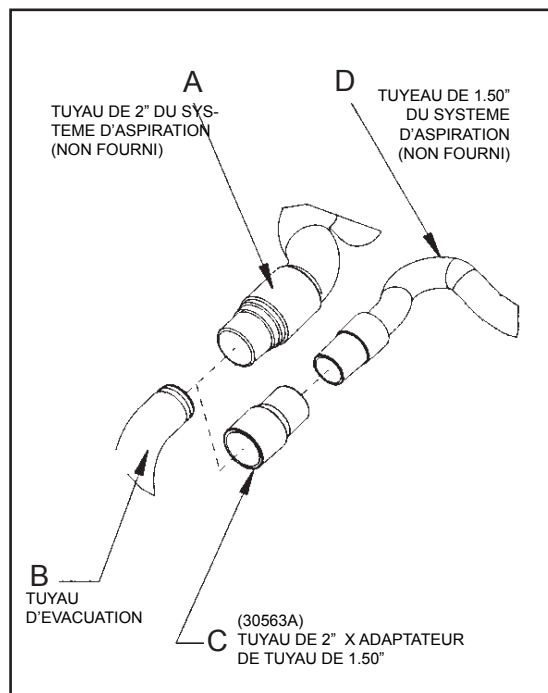

Figure 1
1. Monter l'extrémité de tuyau de 5 cm (figure 1, A) directement sur le tuyau d'évacuation (figure 1, B).
1. Monter l'adaptateur d'extrémité de tuyau (5 x 3,8 cm- Pièce n° 30563A) (figure 1, C) sur le tuyau d'évacuation (figure 1, B).
2. Introduire l'extrémité de tuyau de 3,80 cm (figure 1, D) dans l'adaptateur (figure 1, C).